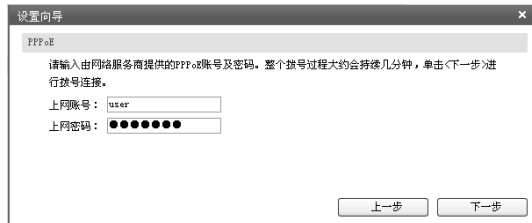

图4-8 上网方式-PPPoE
- 1)如果上网方式为PPPoE，即ADSL虚拟拨号方式，则需要填写网络服务商提供的上网账号和密码，如图4-8所示。